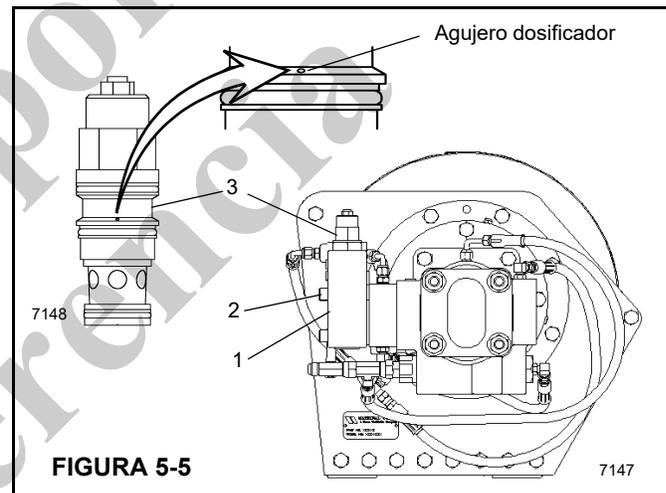

FIGURA 5-5
1. Retire la manguera y el bloque de válvula equilibradora (42) del conjunto del motor.
2. Para retirar el bloque de válvula equilibradora (42), suelte y retire los 4 pernos (55).
3. Retire la válvula equilibradora (58) del bloque e inspeccione el agujero dosificador pequeño en el costado de la válvula de cartucho para comprobar que no está obstruido (Figura 5-5). También revise los anillos "O" para asegurar que no estén cortados ni aplastados.